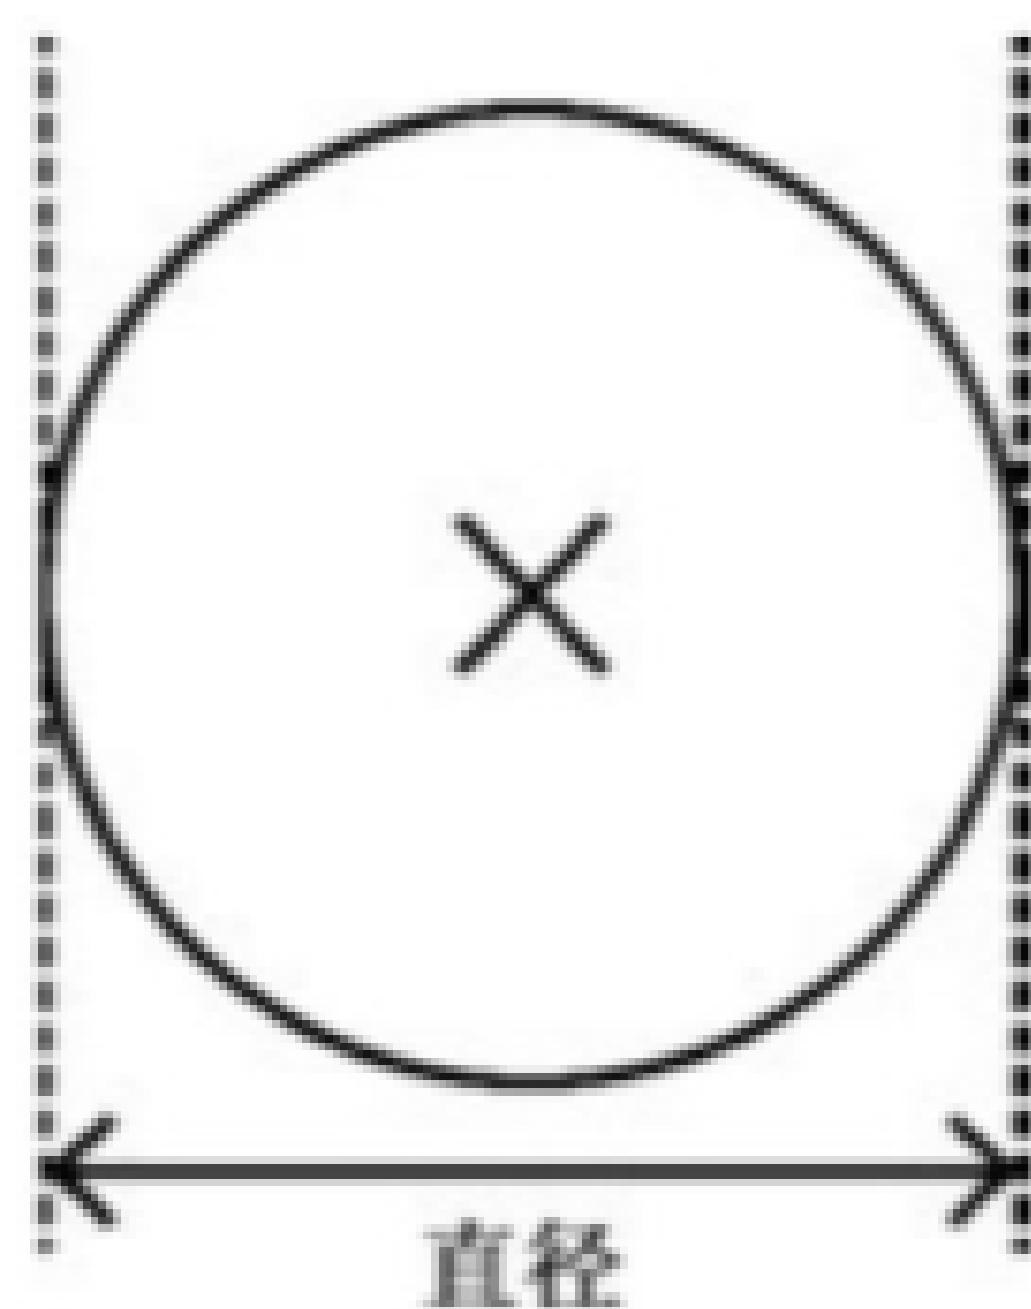

图 76 圆形
- d) Id circle diameter: 每个圆都是由直径来定义的, 定义应出现在一行上, 参考点在圆心, 图 76 将参考点标记为 X。